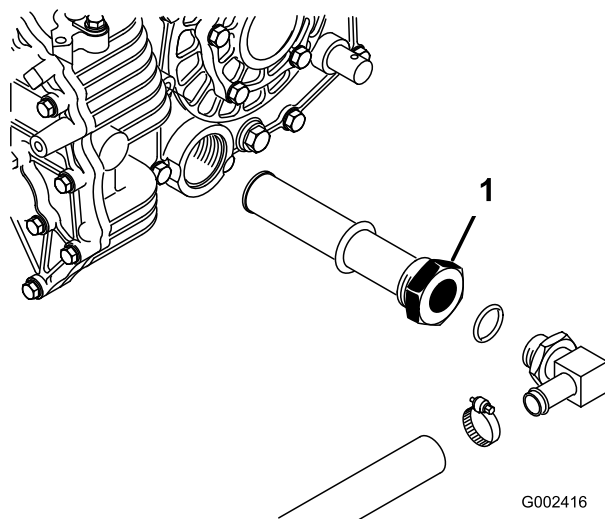

図 73
3. タンク側面のストレーナについている油圧ホースと90°フィッティングの向きを確認記憶する 図 73。